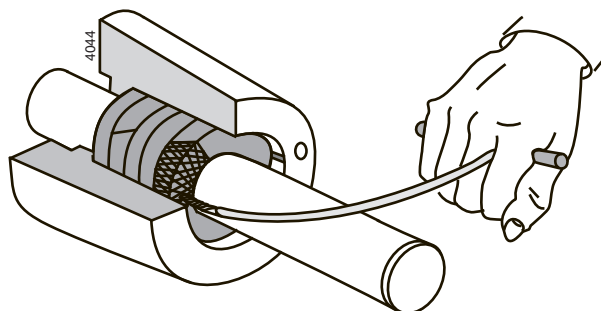

Bild 3: Borttagning av packboxtättningsringar.
- 3 Ta bort packningsflätan ur packningsrummet. Använd till detta ett speciellt packningsverktyg, se bild 3.